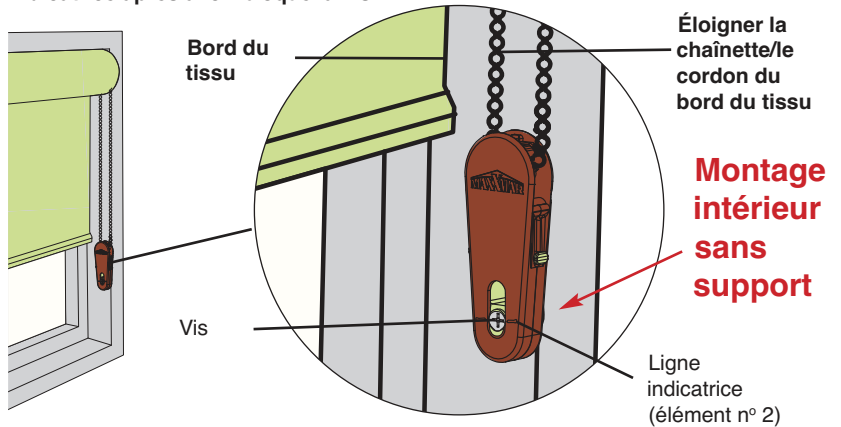

Figure 7. Installation pour montage intérieur **avec support A**
Montage intérieur avec support A (voir Figure 7)
1. Sortir le dispositif de tension pour éviter l'effilochage du tissu du store à l'intérieur du support de montage intérieur. Fixer le dispositif au support de montage intérieur avec la vis courte comme montré à la Figure 7. Le tenon du support se place au dos du trou de vis sur le dispositif.
2. Tirer vers le bas sur le support, aligner le centre de trou de vis avec l'indicateur sur le dispositif comme montré à la Figure 7 (article n° 2).